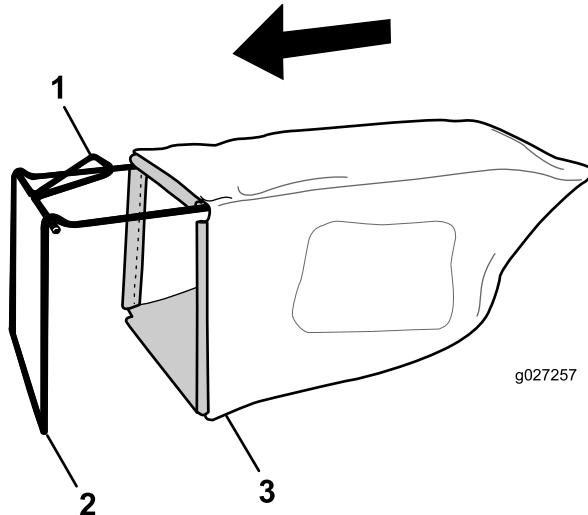

Figura 11
1. Infilate il cesto di raccolta sopra il telaio come illustrato in Figura 11.
- Nota:** Non infilate il cesto sopra la stegola (Figura 11).